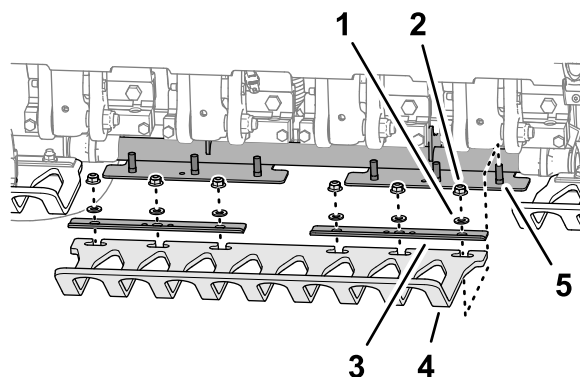

Рисунок 39
**Примечание:** Завод-изготовитель поставляет зажимы, шайбы и фланцевые контргайки травоотбойников, прикрепленные к кронштейнам травоотбойников (Рисунок 39).